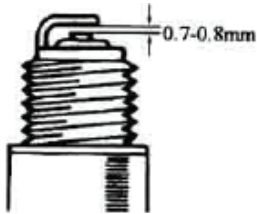

Рис. 7. Регулировка зазора в свече зажигания
- 8.8.1. Отстегнуть зажимы (2,3) крышки воздушного фильтра (1), см.рис.6, снять крышку и достать фильтрующий элемент (5), см.рис.7.